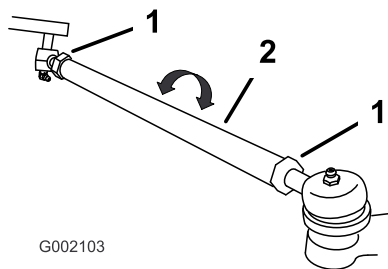

Bild 40
4. Wenn der Wert nicht zwischen 0-6 mm liegt, lösen Sie die Klemmmuttern an beiden Ende der Zugstangen (Bild 40).